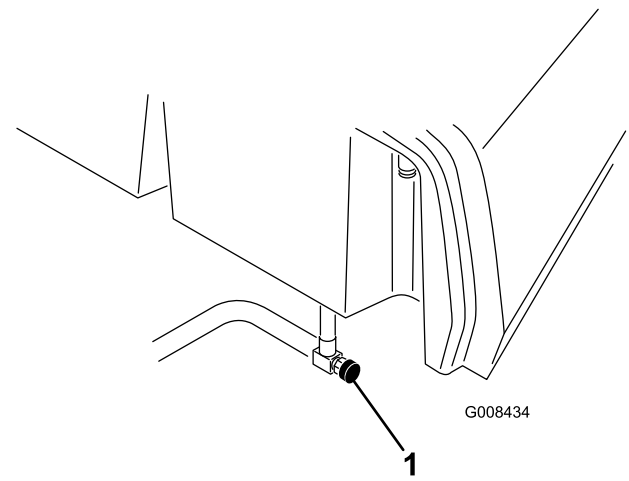

Figura 37
1. Cierre la válvula de cierre de combustible (Figura 37), situada debajo del depósito de combustible.